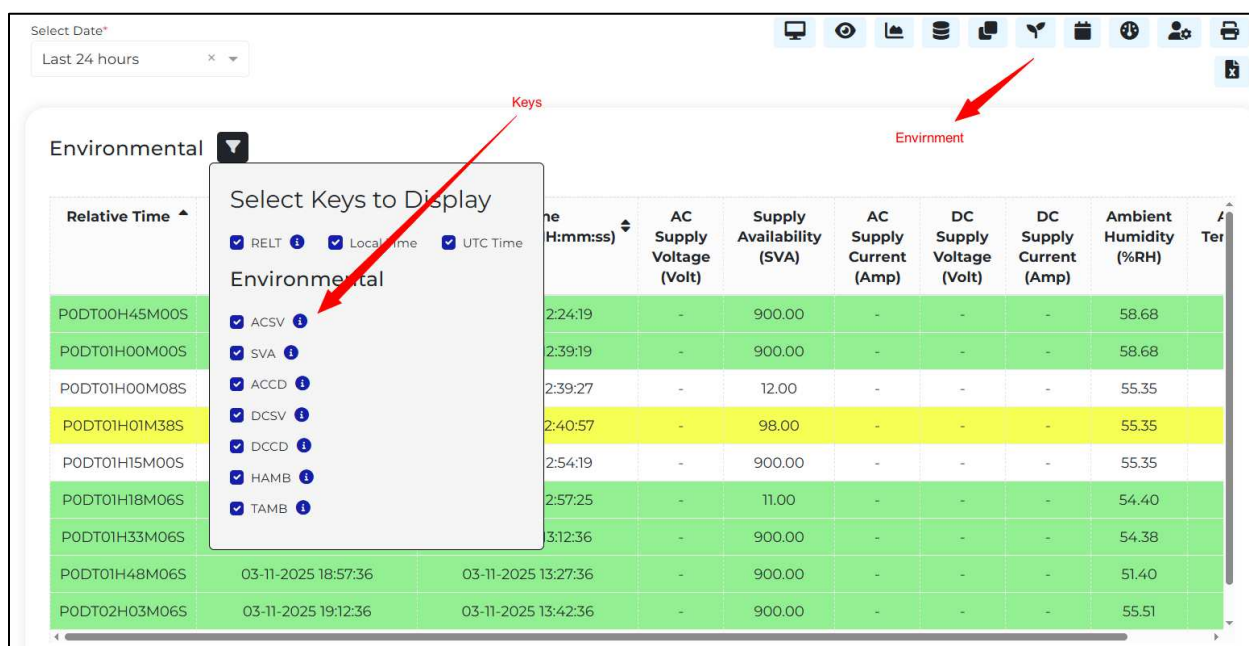

图 53 所选设备的环境数据仪表盘
- 用户可以过滤所需的参数以获得更好的可读性，如图53所示。